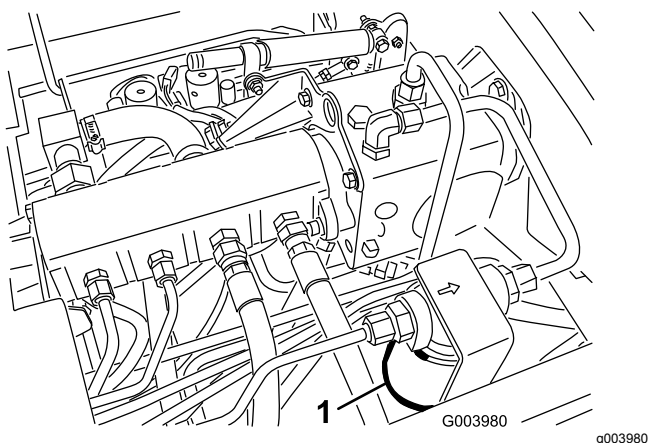
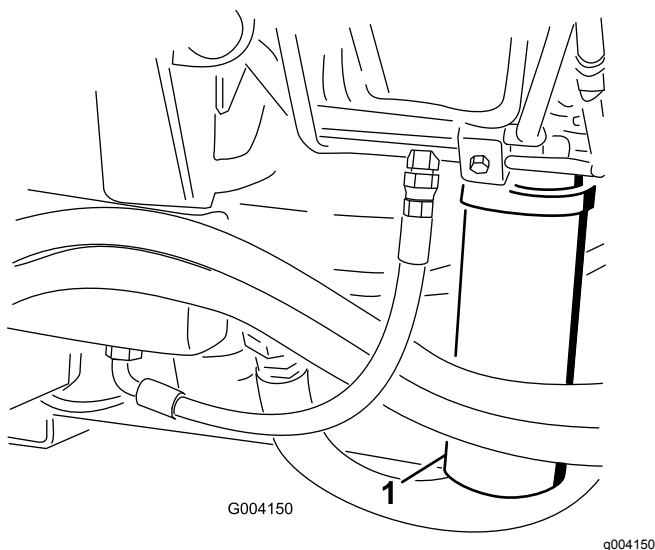

Figure 69
Figure 70
- Nettoyez la surface autour de la zone de montage du filtre et placez un bac de vidange sous le filtre (Figure 69) et (Figure 70).